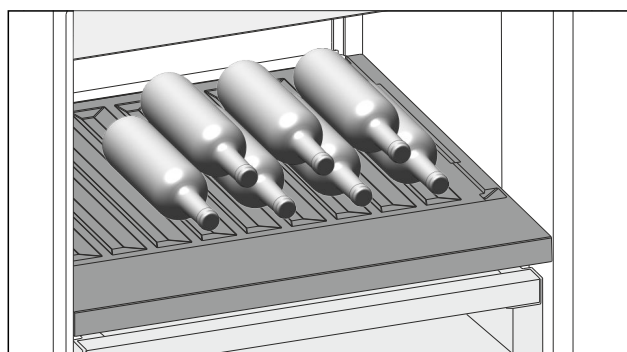

Fig. 110
- Indlæg flasker med bunden først, ind mod bagvæggen. (se Fig. 110)